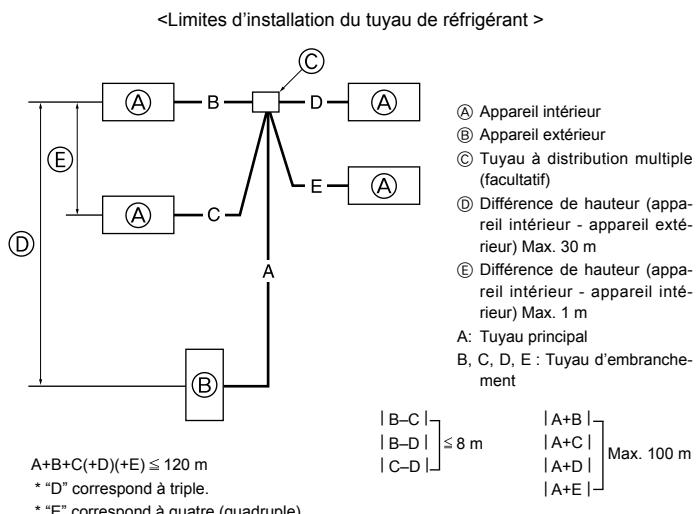

Fig. 4-9
4.8. Pour combinaison double/triple/quadruple (Fig. 4-9)